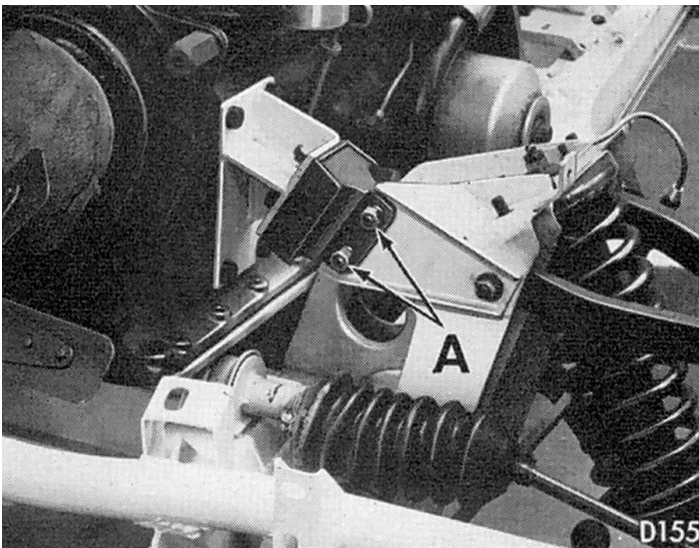

Fig. 10. Boulons de fixation du moteur (A)
4. A l'aide d'une élingue et d'un élévateur, alléger la voiture du poids du moteur, et enlever les boulons (A), Fig. 10. Puis lever le moteur d'environ 19 mm. (3/4 ") (Vitesse seulement).